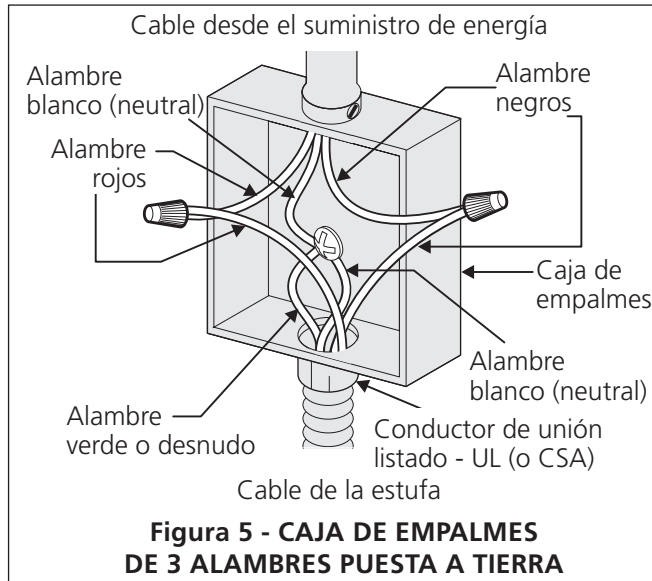

Figura 5 - CAJA DE EMPALMES DE 3 ALAMBRES PUESTA A TIERRA
Donde los códigos locales permitan conectar el conductor de puesta a tierra del electrodoméstico al neutro (blanco) (ver figura 5):
2. En el interruptor automático, caja de fusibles o caja de juntas: conectar el aparato y los cables residenciales como se muestra en la figura 5.
⚠ ADVERTENCIA Este electrodoméstico está fabricado con un suministro eléctrico neutro blanco y un alambre de cobre conectado al armazón. El armazón esta puesto a tierra por un enlace de la conexión a tierra con la conexión del neutro al final de la línea eléctrica, si es usado en los estados unidos una nueva instalación de circuito de bifurcación (1996 NEC), casa rodante, vehículos recreacionales, o donde los códigos locales no permitan poner a tierra mediante el neutro (blanco) o en Canadá, desconectar la conexión blanca de la verde y utilizar la conexión a tierra para poner a tierra la unidad de acuerdo a los códigos locales, conectar el neutro al circuito de bifurcación- conductor neutro de manera usual. Ver Figura 6. Si su electrodoméstico va a ser conectado a una caja de conexión puesta a tierra de 3 cables (en los estados unidos solamente), donde los códigos locales permitan conectar el conductor de poner a tierra-electrodoméstico con el neutro (blanco) ver Figura 5.